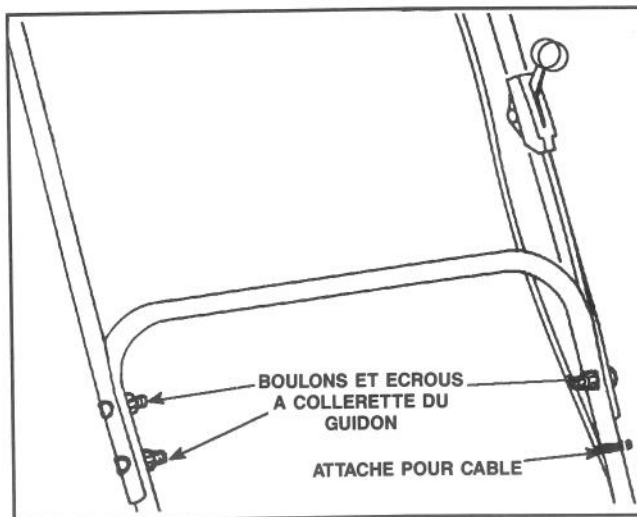

Figure 2
3. SECTION SUPÉRIEURE (figure 2)—Montez les sections inférieure et supérieure du guidon à la position voulue au moyen des boulons et écrous prévus. Fixez les câbles de commande à l'aide d'une attache.